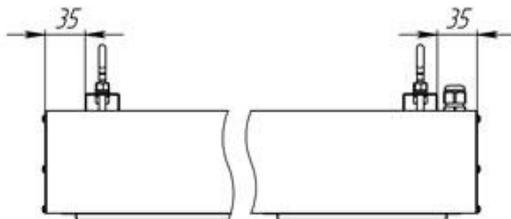

Рис. 1
6.6.2. Рекомендуемое расстояние крепления от края светильника 35 мм (Рис.1). При необходимости винт-петлю можно развернуть в нужном положении и зафиксировать гайками.